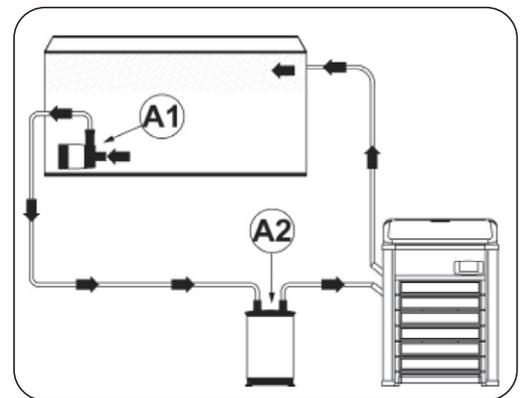

図 9
16) ポンプ (図 9 - 10 の A1) またはフィルター (図 9 の A2) から来るホースは本体の IN の位置へ接続し、水槽へ戻るホースは OUT の位置へ接続してください。